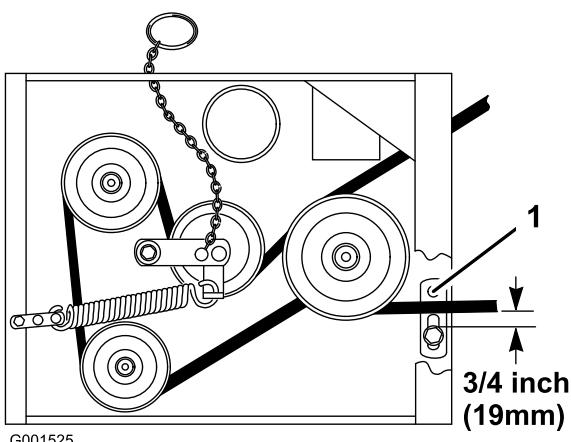

Figure 52
- Vérifiez que le guide de courroie sous le bâti du moteur est réglé correctement (Figure 52).
**Remarque:** Le guide de courroie et la courroie du tablier de coupe doivent être espacés de 19 mm (3/4") quand la courroie est engagée (Figure 52).